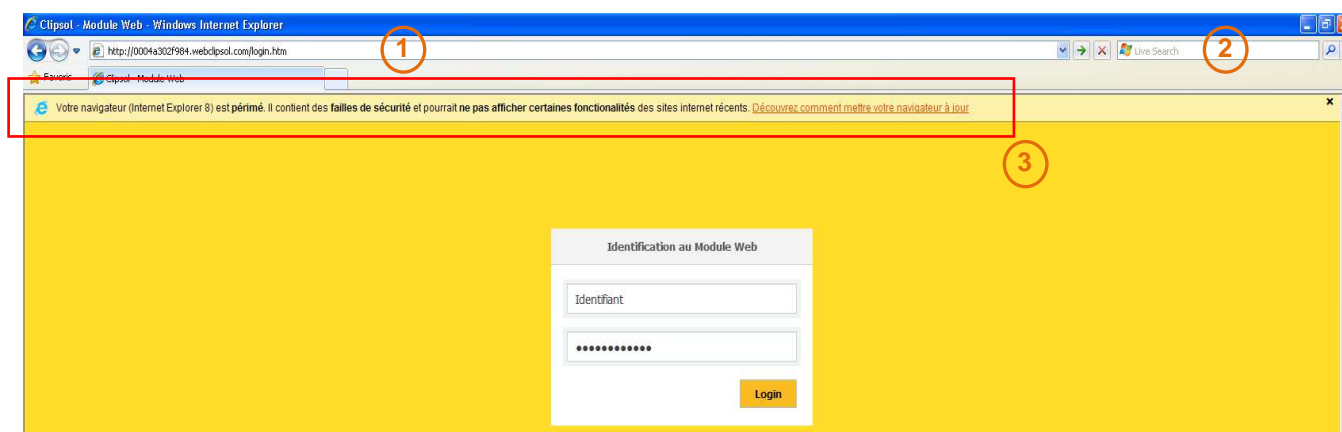

Figure 1
Lorsque vous vous connecter au module web celui-ci vérifie la version de votre navigateur web et vous indique si votre navigateur est périmé et le cas échéant vous indique comment le mettre à jour (point ③ sur la Figure 1.
Pour vous connecter à l'installation solaire deux adresses web sont à votre disposition. Saisir dans la barre d'adresse de votre navigateur web (point ① sur la Figure 1 et non pas la barre de recherche rapide point ② sur la Figure 1) l'une des deux adresses suivantes :